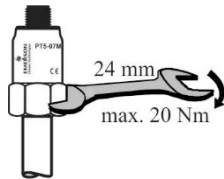

Fig. 2:
**Attacco a cartella: (Fig. 2)**